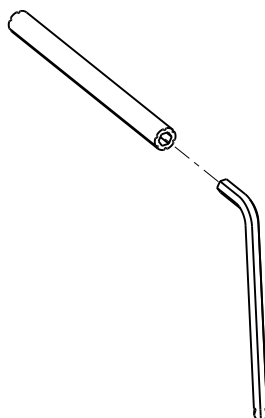

Figura 18 – Chiave a brugola e prolunga dello strumento di rimozione
2. Estrarre la chiave a brugola e la prolunga dello strumento di rimozione dal gruppo del coperchio centrale (Figura 18).